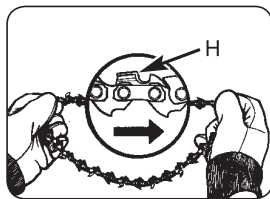

Рис. 3F
5. Расстелите цепь в круг, направив режущие кромки (A) по ходу часовой стрелки по периферии (Рис. 3F).